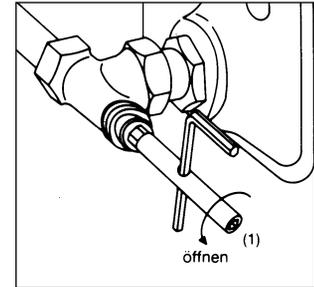

Bild 4
- 3.3 Mit dem Sechskantschlüssel SW 10 (1) durch Linksdrehen den Einsatz lockern (max. ¼ Gewindegang) (Bild 4).